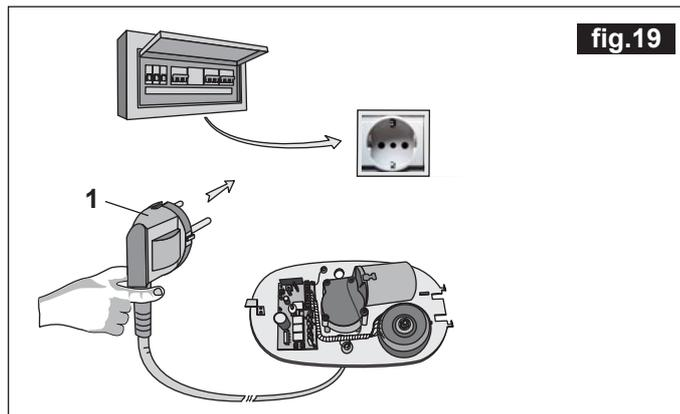

fig.19
**ALIMENTACIÓN - 230 VCA MONOFÁSICA 50/60 Hz.** • Conexión por medio del cable suministrado en dotación Fig.19-ref.1.